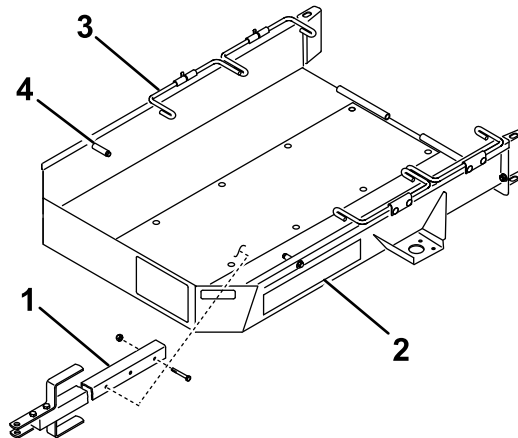

Figura 1
1. Monte la barra de tracción en el soporte de montaje de la cara inferior de la plataforma del remolque con 2 pernos ( $\frac{3}{8}$ " x  $2\frac{3}{4}$ ") y 2 contratuercas (**Figura 1**).
4. Mueva el acelerador a la posición más lenta y conduzca la máquina **lentamente** hasta que las ruedas de transporte toquen los topes del remolque (Figura 1).
6. Pivote hacia abajo el primer juego de varillas de sujeción de la rueda, detrás de las ruedas de transporte (Figura 1).